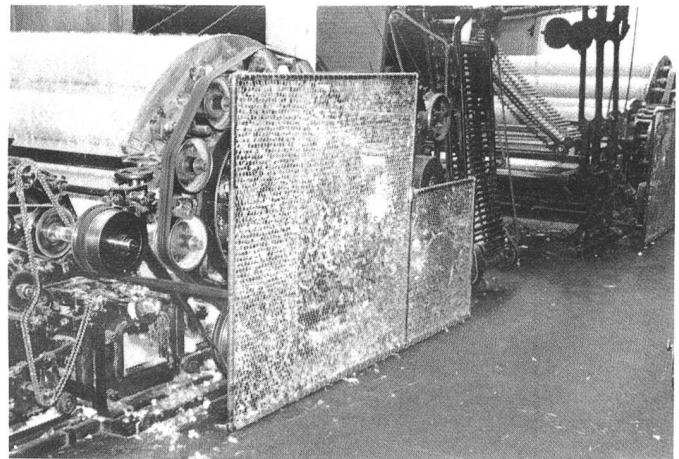

Bild 1 Dreisatzkrempe mit ungenügendem Schutzgitter
– An einer Dreisatzkrempe für die Streichgarnfabrikation (Bild 1) ereignete sich ein schwerer Unfall. Von der ersten